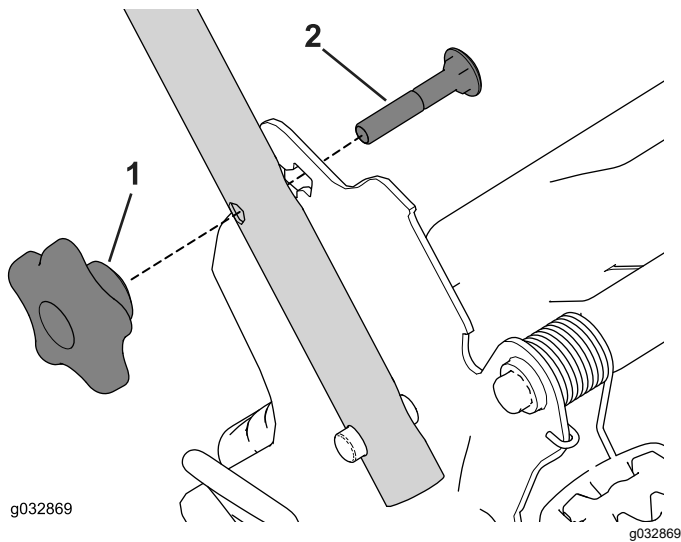

Figura 22
2. Retire y guarde los 2 pernos de cuello cuadrado y los 2 pomos de los soportes del manillar (Figura 22).